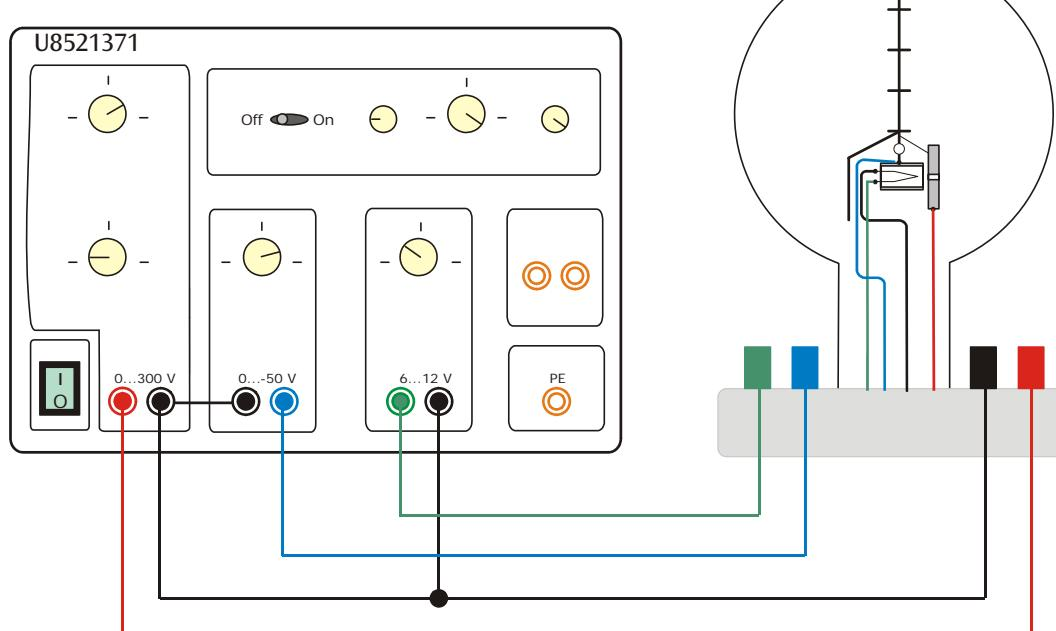

Fig. 1 Anschluss der Fadenstrahlröhre an das DC-Netzgerät 300 V U8521371
- Schaltung gemäß Fig. 1 durchführen.